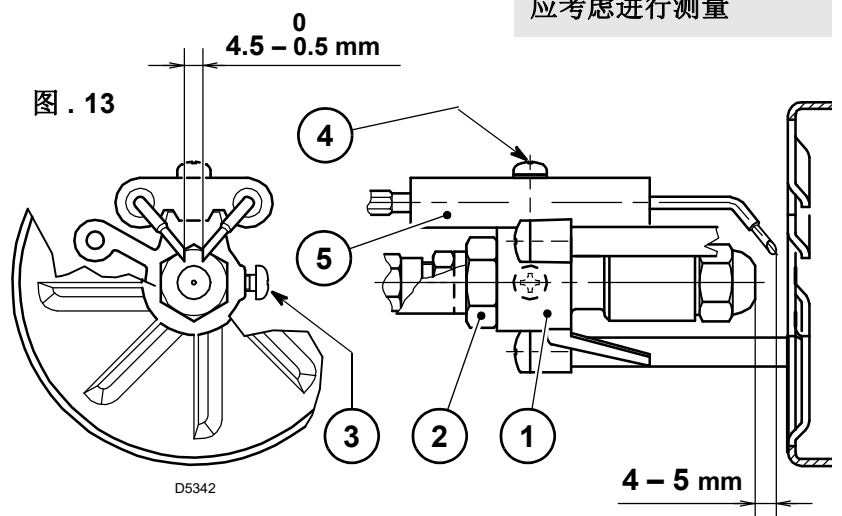

图. 13
- ▶ 松开螺钉 (3) 后移走风管 (2)，将燃烧器悬挂在法兰 (1) 上。
- ▶ 松开固定螺钉 (3, 图 . 13, P. 7) 后从电极上移走电缆 (4)，从喷嘴座上移走旋流盘组件 (5)。
- ▶ 正确的拧上喷嘴 (6)，然后照图拧紧。
- ▶ 在长喷头版本中，应使用套筒扳手 (7) 锁止携带喷嘴的延长管部分。
- ▶ 拧松螺钉 (2) 和 螺母 (3) 后取下喷嘴座 (1), 从控制盒和光电管 (5) 取下连接电缆 (4).
- ▶ 从电极上移去电缆 (4), 松开螺钉 (3, 图. 13) 后从喷嘴座上 (1) 移去 旋流盘 (8).
- ▶ 正确地拧上喷嘴 (9) 按图所示拧紧.
- ▶ 在长喷头版本中, 应使用套筒扳手 (10) 锁止携带喷嘴的延长管部分.
4.4 电极的调整 (图. 13)
- ▶ 如需要更换喷嘴 (图 . 12, P. 7) 和检查电极的位置 (图 . 13, P. 7).